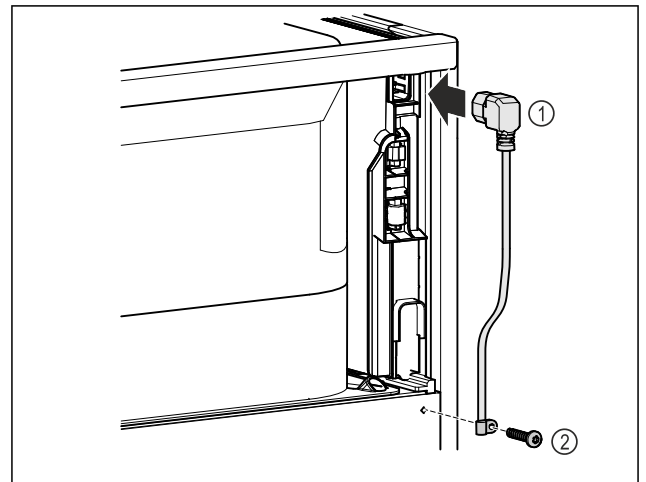

Fig. 75
- ▶ Dugja be a hálózati csatlakozóvezeték csatlakozóját a Fig. 75 (1) a készülék hátoldalába.
- ▶ Szerelje fel a tehermentesítőt. Fig. 75 (2)